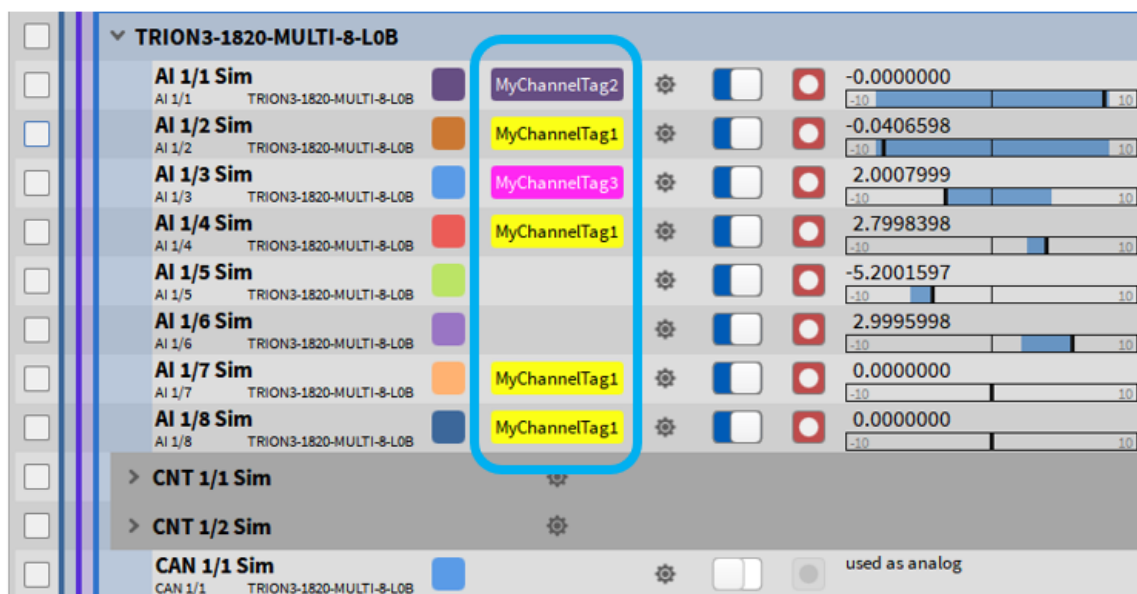

Abb. 7.14: Kanal-Tags in der Kanalliste
Wenn ein Kanal mit einem bestimmten Tag verknüpft ist, wird dieser direkt in der Kanalliste neben dem Namen des Kanals angezeigt (siehe Abb. 7.14). Es ist auch möglich, für jeden Kanal-Tag eine bestimmte Farbe festzulegen (siehe ④ in Abb. 7.14). Durch Klicken auf einen der Kanal-Tags werden alle Kanäle, die diesem Tag zugewiesen sind, automatisch in der Kanalliste ausgewählt.